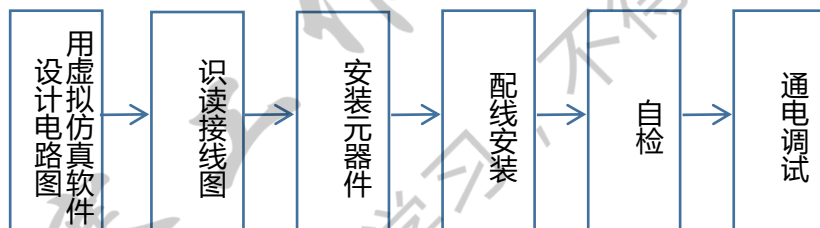

图 6 子课题任务流程图
(1) 在开展技能竞赛前, 给学生讲解配线工艺, 强调“电动机正、反转控制路线”技能竞赛注意事项, 以赛促学。
(2) 开展小组技能比赛, 设计了三个子课题(由易到难)①接触器联锁、②按钮联锁、③接触器按钮双重联锁, 小组根据自己的实际情况选择三种电路中的一种进行仿真、安装、接线和调试, 体现分组分层的构想, 让学生都能感受成功的愉悦。
(3) 子课题任务流程图见下图 6。